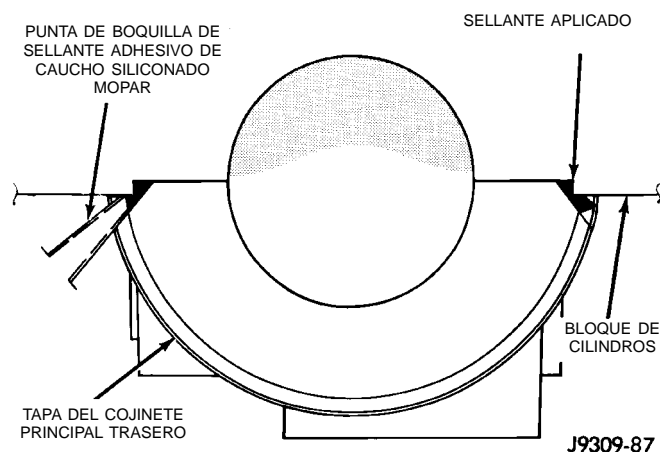

Fig. 46 Aplicación de sellante en la unión de la tapa del cojinete y el bloque
(8) Para alinear la tapa del cojinete, utilice la muesca de la tapa, el perno de alineación y los pernos de la tapa. No retire el material en exceso después del ensamblaje. No golpee la tapa trasera más de 2 veces para lograr un acoplamiento correcto.
(9) Limpie y lubrique todos los pernos de la tapa. Instale todas las tapas del cojinete principal. Instale todos los pernos de la tapa y apriételos de forma alterna con una torsión de 115 N·m (85 lbs. pie).
(10) Instale la bomba de aceite.
(11) Aplique sellante adhesivo de caucho siliconado Mopar, o su equivalente, en la unión de la tapa del cojinete para sellar la tapa al bloque y al colector de aceite (Fig. 46). Aplique suficiente sellante hasta que sobresalga una pequeña cantidad. Retire la boquilla y limpie el exceso de sellante en la acanaladura de la junta del colector de aceite.
(12) Instale una nueva junta de aceite delantera en el cigüeñal.
(13) Inmediatamente después, instale el colector de aceite.
(6) Para alinear la tapa del cojinete, utilice la muesca de la tapa, el perno de alineación y los pernos de la tapa. NO retire el exceso de material después del ensamblaje. NO golpee la tapa trasera más de 2 veces para lograr un acoplamiento correcto.
(7) Instale la tapa del cojinete principal trasero con los pernos limpios y lubricados. Apriete de forma alterna TODOS los pernos de la tapa con una torsión de 115 N·m (85 lbs. pie).
(8) Instale la bomba de aceite.
(9) Aplique sellante adhesivo de caucho siliconado Mopar®, o equivalente, a la unión entre la tapa del cojinete y el bloque a fin de proporcionar sellado de la tapa al bloque y al colector de aceite (Fig. 46). Aplique suficiente sellante hasta que sobresalga una pequeña cantidad. Retire la boquilla y limpie el exceso de sellante en la acanaladura de la junta del colector de aceite.
(10) Inmediatamente después, instale el colector de aceite.
al colector de aceite (Fig. 46). Aplique suficiente sellante hasta que sobresalga una pequeña cantidad. Retire la boquilla y limpie el exceso de sellante en la acanaladura de la junta del colector de aceite.